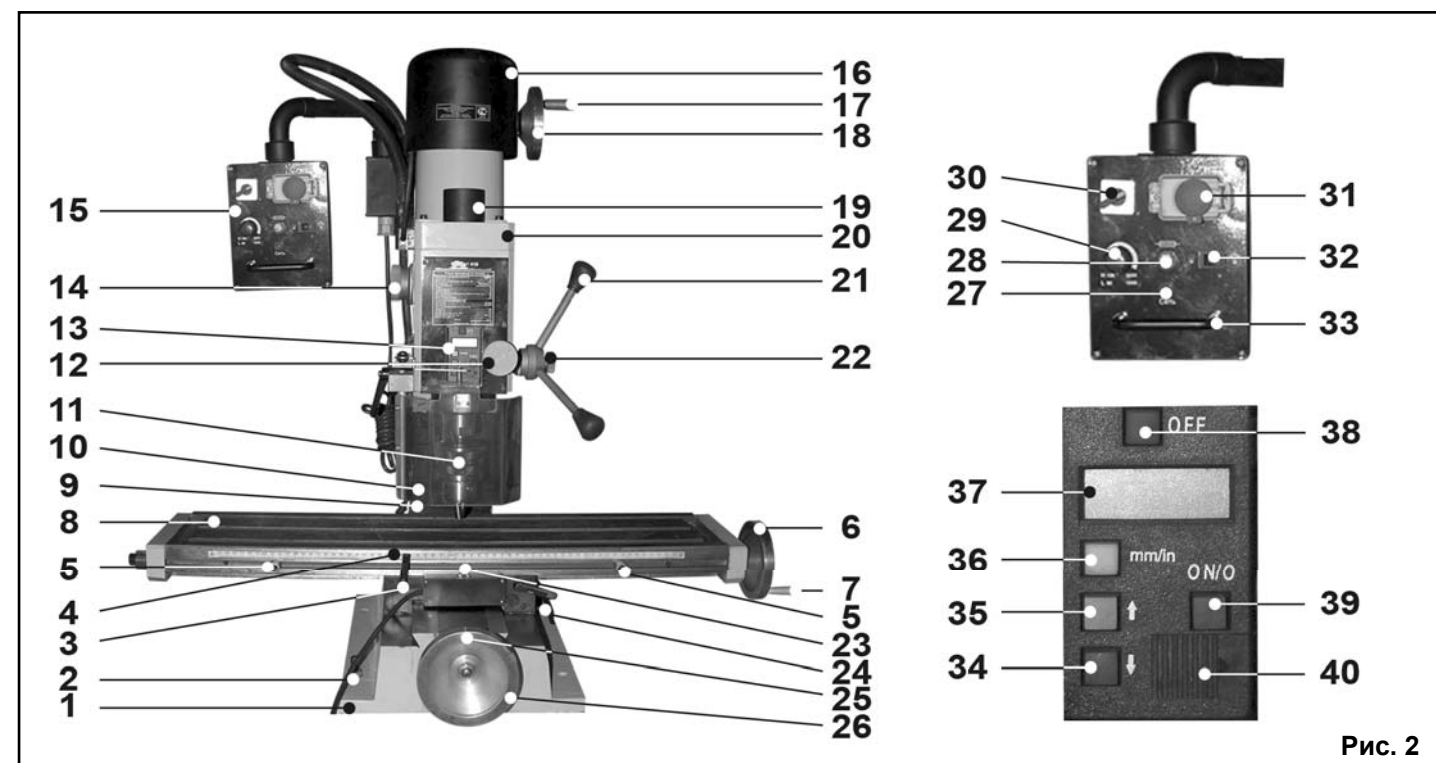

Рис. 2
8.1. Монтаж станка (Рис. 2)
8.2. Сборка (Рис. 2)
9.1. Регулировка плавности хода продольного перемещения рабочего стола (Рис. 2- 5)
9.3. Регулировка плавности хода вертикального перемещения шпиндельной бабки (Рис. 2,7,8)
10.1.5. Проверьте надёжность закрепления сверлильного патрона (11) (цангового патрона, фрезы см. п.п. 11.1), Рис.2,6.